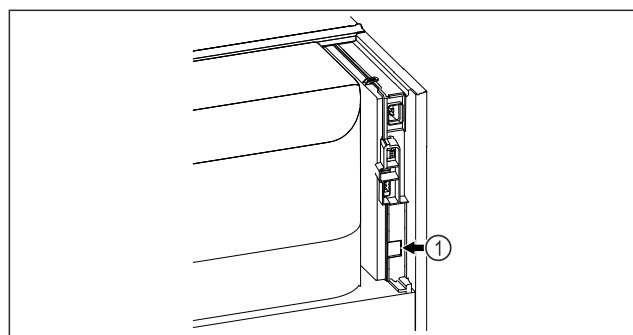

Fig. 73
- SmartModule Fig. 73 (1) je nasadený.